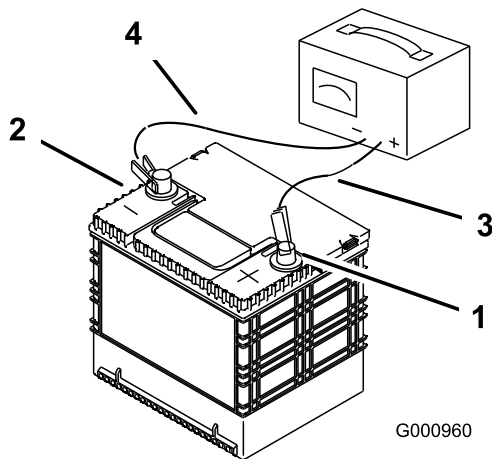

Bild 65
2. Wenn die Batterie ganz aufgeladen ist, ziehen Sie den Stecker des Ladegeräts aus der Dose. Klemmen Sie dann die Klemmen des Ladegeräts von den Batteriepolen ab (Bild 65).